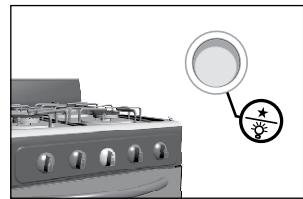

Figura 30
- Si el producto posee interruptor de encendido eléctrico, presione la perilla y gírela en el sentido contrario a las manecillas del reloj hasta la posición de flujo mínimo y posteriormente accione el botón de encendido (Ver figura 30).